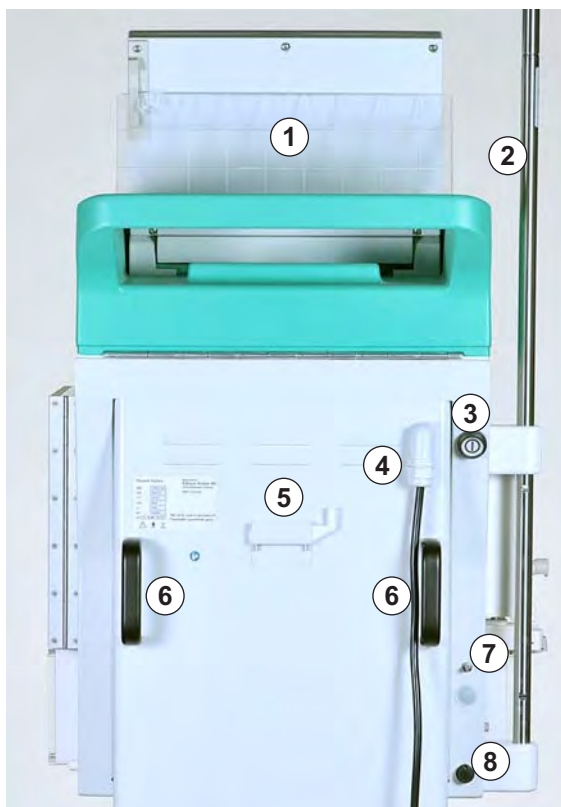

Рис. 3-7 Вид сзади
Выключатель питания расположен в верхней правой части аппарата (см. Рис. 3-7 Вид сзади (37)). Его действие заключается в подключении аппарата к электрической сети и отключении его от сети.